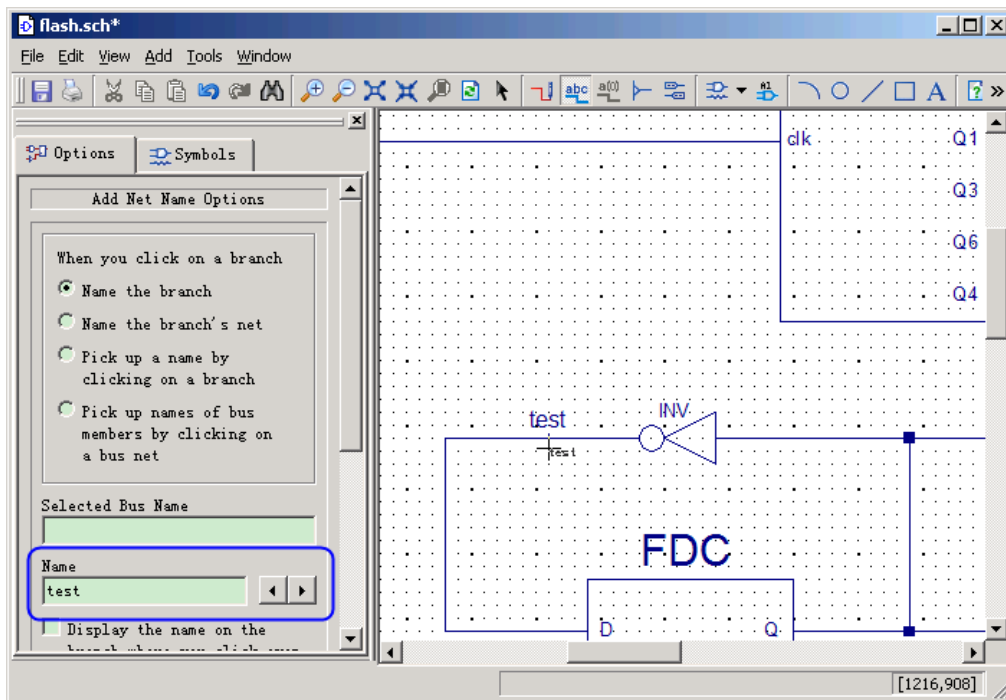

图 2.7 为信号添加网络名称
- (1) 首先在原理图中添加设计模块，并将模块放置到适当的位置。
- (2) 单击绘图工具栏中的【Add Wire】按钮，出现十字光标，移动十字光标连接原理图中的信号。
- (3) 单击【Add Net Name】按钮，在窗口左边“Options”选项卡下，“Name”区域中输入网络名称，如图 2.7 所示。然后单击需要命名的网络，该网络就会被命名为设计者指定的名称。